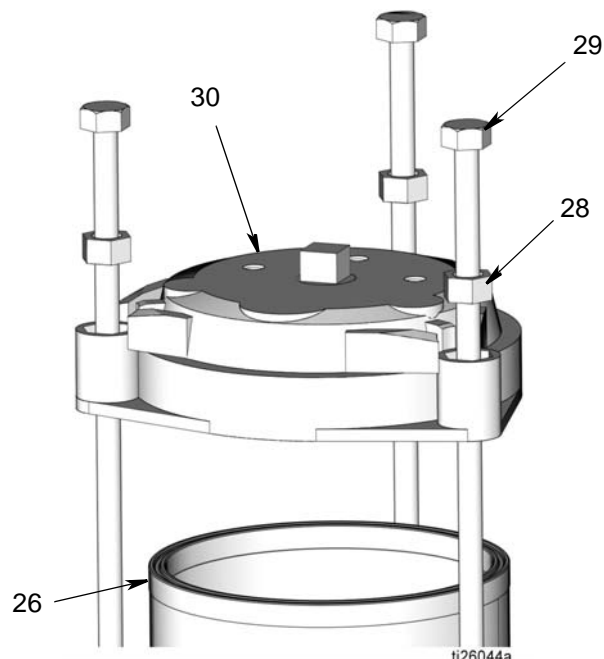

Рис. 58
13. Установите крышку (30) поверх прокладки резервуара (26).
14. Установите распорные детали (28) и стяжные стержни (29) (Рис. 58).